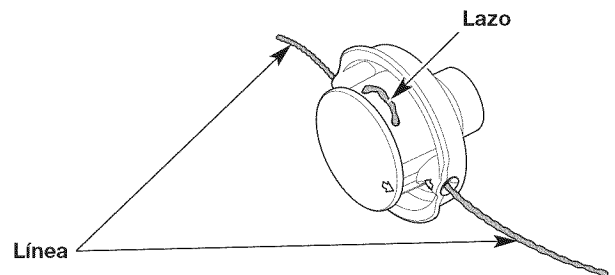

Fig. 20
4. Tire de los extremos del hilo hasta que quede tenso contra el cabezal de corte. Asegúrese de que los extremos del hilo sean de igual longitud (Fig. 20). Si un extremo es más largo que el otro, empuje el extremo más largo nuevamente a través del cabezal de corte parcialmente y tire del extremo más corto hacia afuera. De ser necesario, repita el proceso hasta que ambos extremos sean de igual longitud.
5. Presione el lazo expuesto del hilo de recorte hasta que esté ajustado contra el cabezal de corte (Fig. 20).